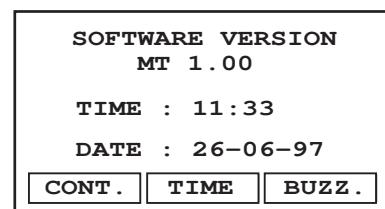

Fig.35. Menu de configuration
1. Appuyez sur la touche SET UP, voir menu configuration, fig.35.
1. Appuyez sur la touche SET UP , voir menu configuration fig.35.